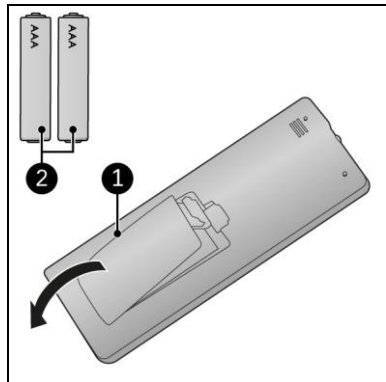

Figure 15
1. Retirez le couvercle (Figure 15, pos. 1).
3. Insérez deux piles (AAA 1,5 V) (Figure 15, pos. 2) comme indiqué dans le compartiment à piles. Veillez à insérer les piles correctement.
6. Retirez les piles de la télécommande. (Figure 15)